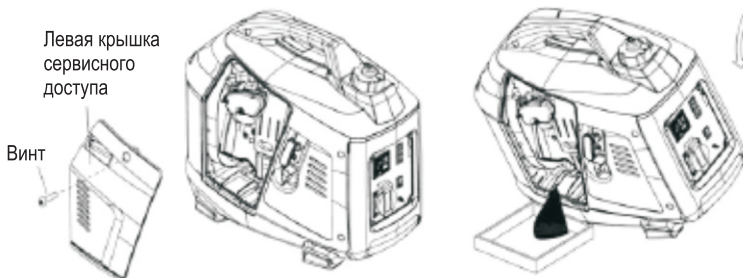

Рис. 22
1. Выкрутите болт и снимите левую крышку сервисного доступа (рис.22).